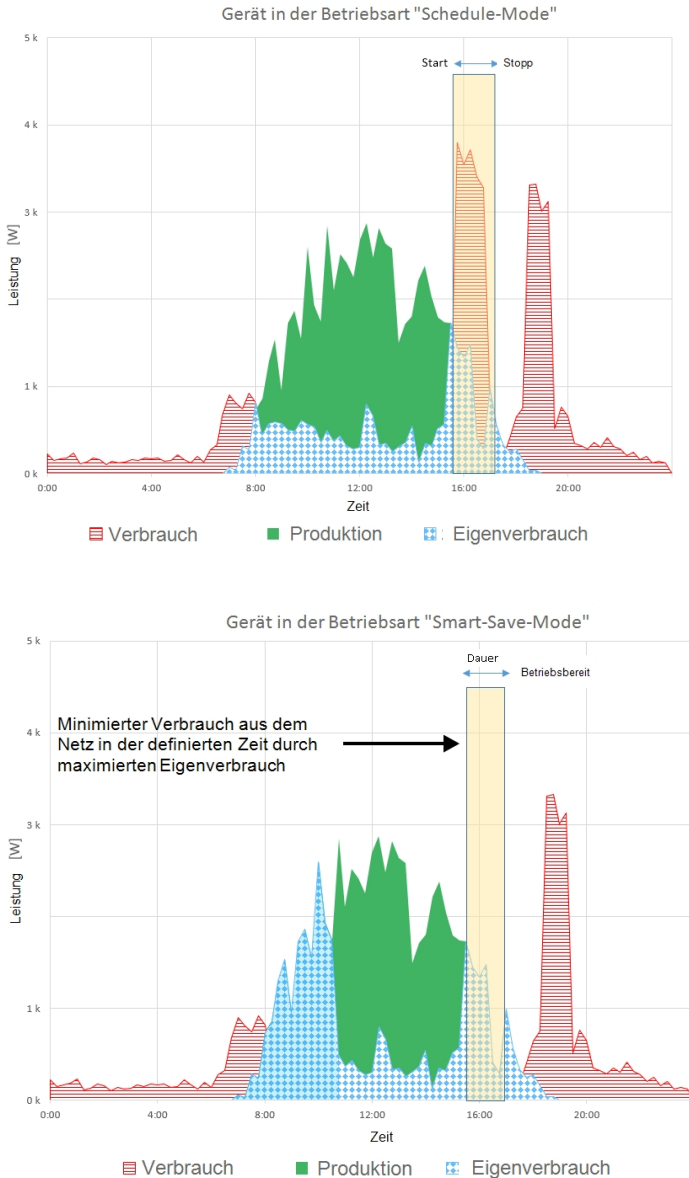

Abbildung 2: Beispiele für den Betrieb des Geräts
Für Beispiele der Betriebsmodi des Geräts siehe *Abbildung 2*.
5. Wählen Sie **Add Devices** („Geräte hinzufügen“) aus, um die Herstellung der Verbindung zwischen dem Gerät und dem Wechselrichter zu starten.6. Betätigen Sie die Verbindungs-Taste am Steckdose (siehe *Abbildung 2*).